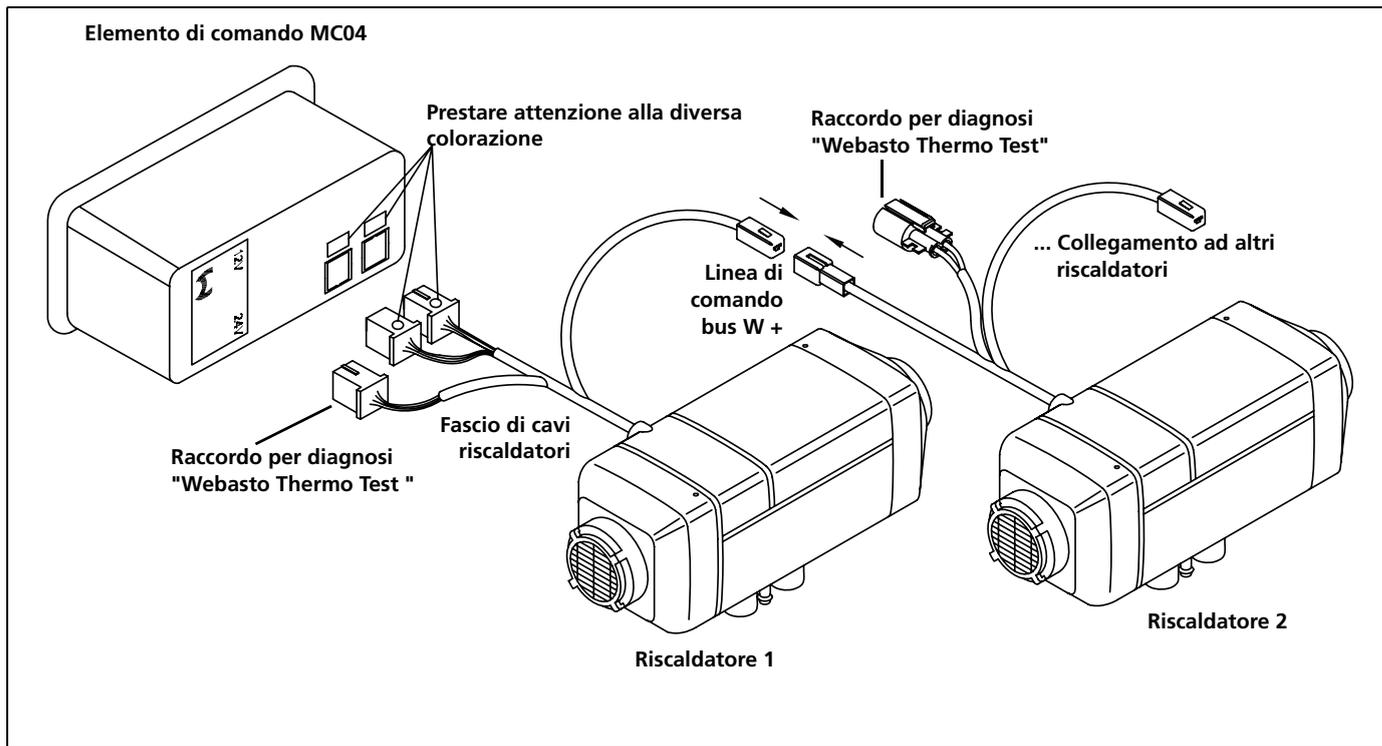
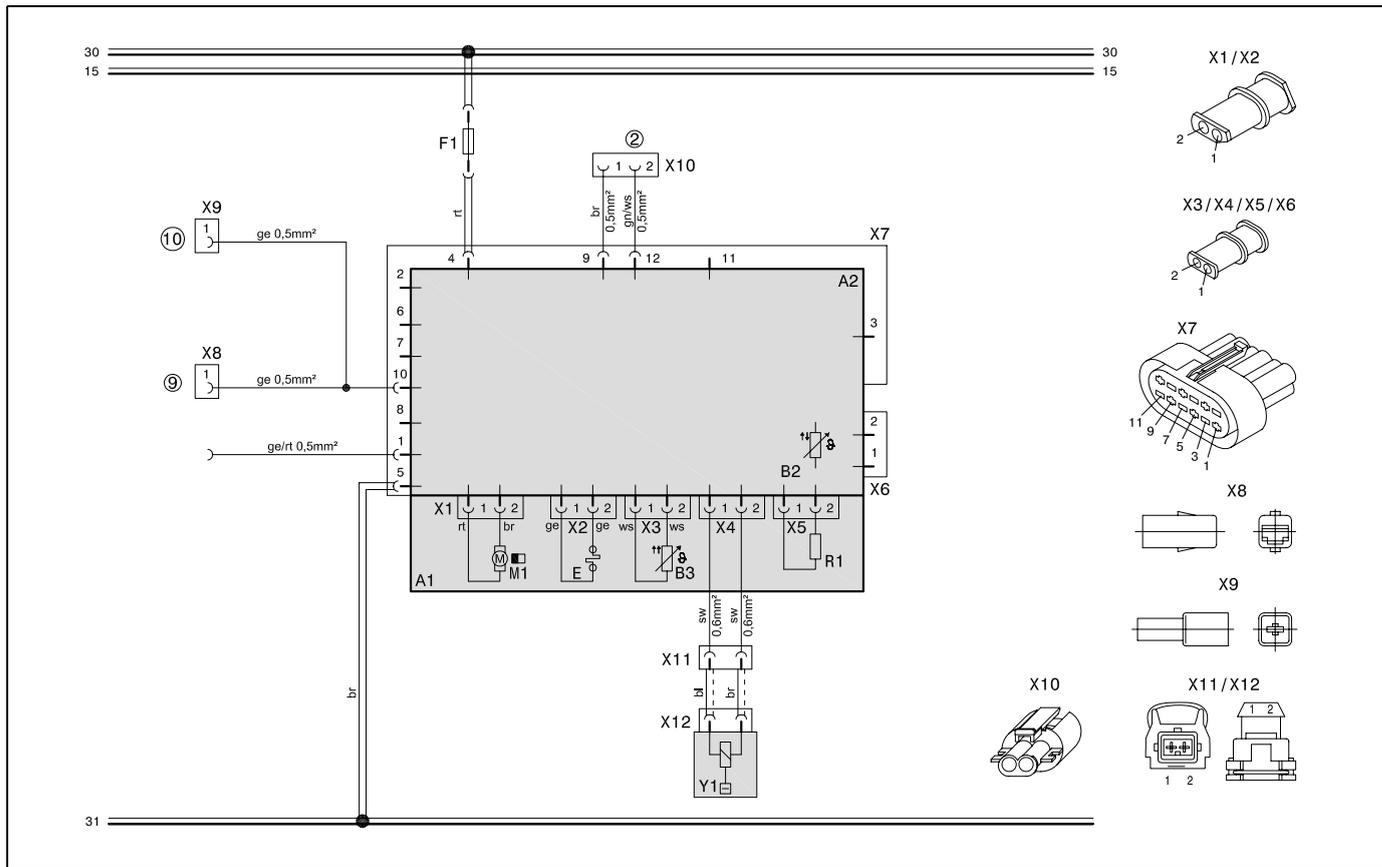

Figura 2: Schema dei collegamenti Air Top Evo 3900 / 5500 AM (possibilità di collegamento orologio combinato 1531 e trasduttore di valore nominale)
Figura 6: Schema elettrico del sistema Air Top Evo 3900 / 5500 AM "Riscaldatore slave", 12V/24V diesel, per la legenda vedere pagina 15 e 16
In questo caso l'apparecchio 1 viene definito riscaldatore master mentre gli altri apparecchi vengono definiti apparecchi slave. Al riscaldatore master viene collegato l'elemento di comando (v. schema elettrico - Figura 3, 4, 5) e un termosensore esterno (T). Il collegamento del riscaldatore slave avviene secondo lo schema elettrico (v. Figura 6). La comunicazione reciproca degli apparecchi avviene mediante un sistema bus seriale.
2. Esecuzione dei collegamenti elettrici secondo lo schema elettrico del sistema (da Figura 2 a Figura 6)